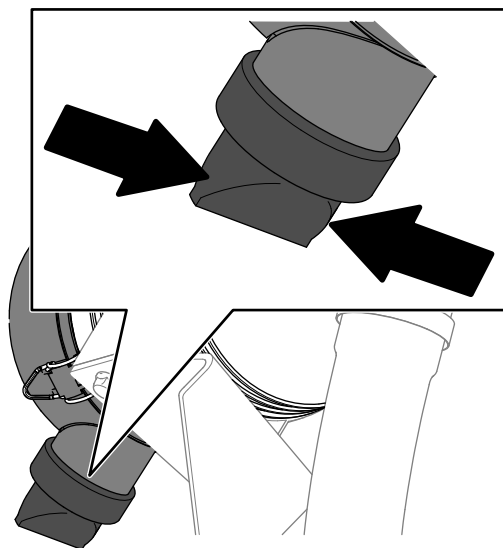

Рисунок 76
5. Сожмите клапан удаления пыли (Рисунок 76).